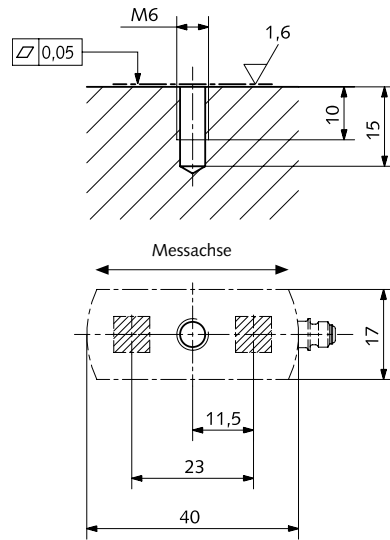

Bild 2: Vorbereitung der Aufspannfläche
- Bearbeitung der Oberfläche an der Messstelle und Herstellung de M6 Innengewindes (siehe Bild 2).